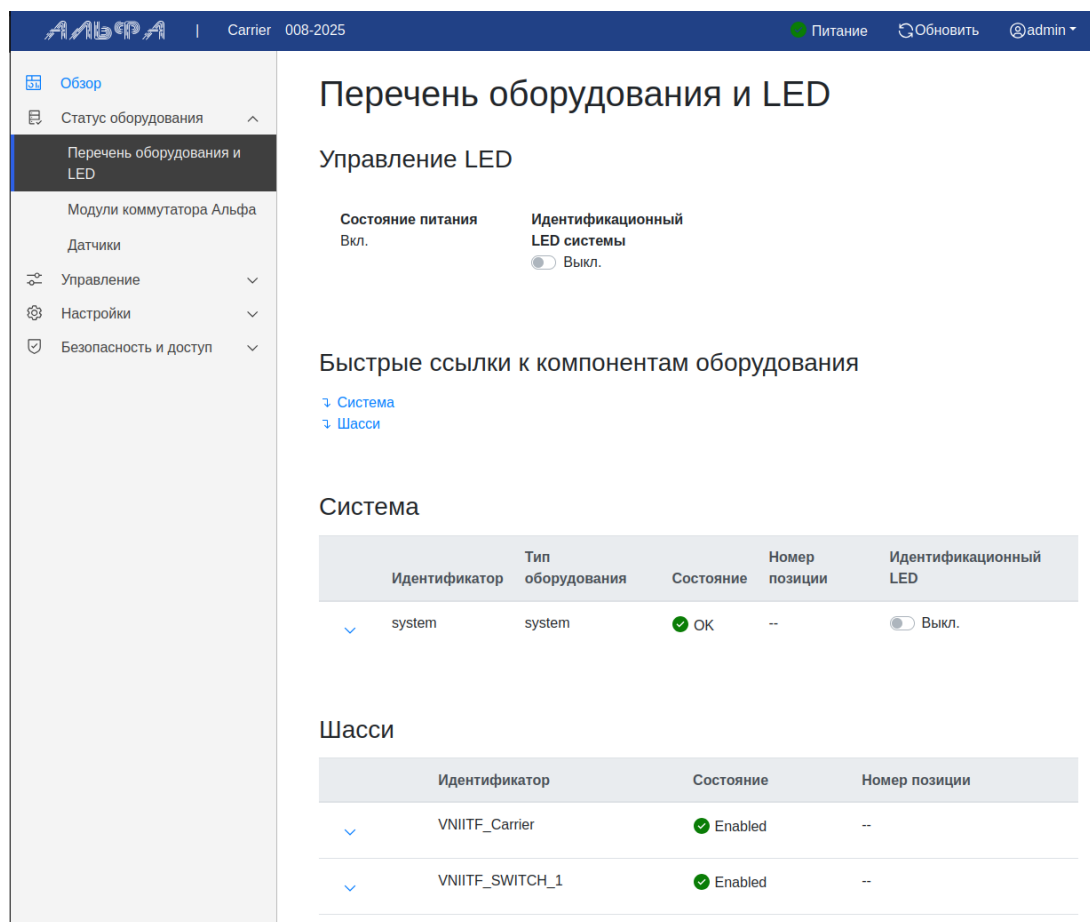

Рисунок 7 – Окно с перечнем оборудования.
- 3) в открывшемся окне (рис. 7) можно получить информацию об аппаратной части коммутатора.